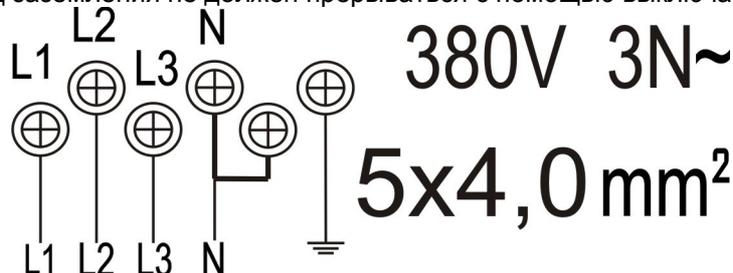

Рисунок 1. Схема электроподключения пароконвектомата G20 через сетевую колодку.
Пароконвектомат должен быть подключён через отдельный автоматический выключатель (50А) согласно соответствующей наклейке на задней панели изделия (см. рис. 1).
- подсоедините провода к клеммным зажимам, как показано на наклейке на задней стороне изделия, убедившись, что желто-зеленый провод подсоединен к клемме заземления (см. рис. 1);